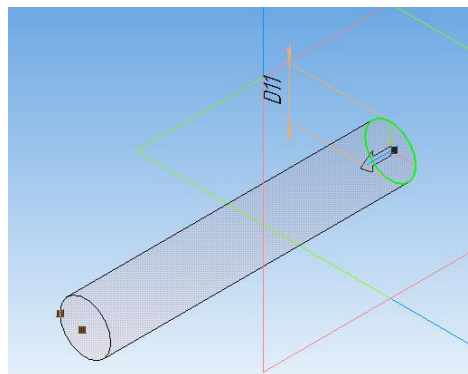

Рисунок 54.
3. Выполните **Операцию выдавливания** на расстояние **60мм** (рисунок 54).